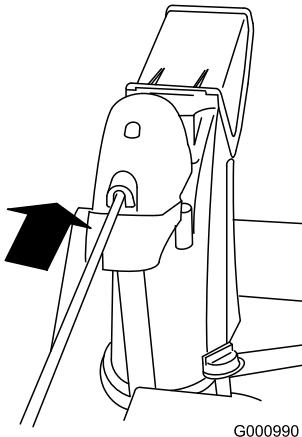

Figure 10
- Insérez l'avant de la tige dans l'ouverture au dos du couvercle du secteur denté de l'éjecteur jusqu'à ce qu'il glisse dans le secteur denté (Figure 10).